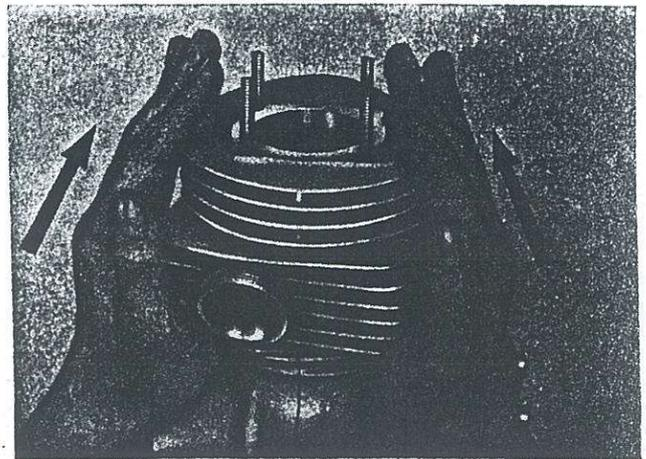

Bild 27. So wird der Zylinder bei RT-Modellen abgenommen.
22. Zylinder abnehmen (Bild 27). **Achtung**, Fuß- und Deckeldichtung nicht beschädigen! Einbaulage der Deckeldichtung kennzeichnen!